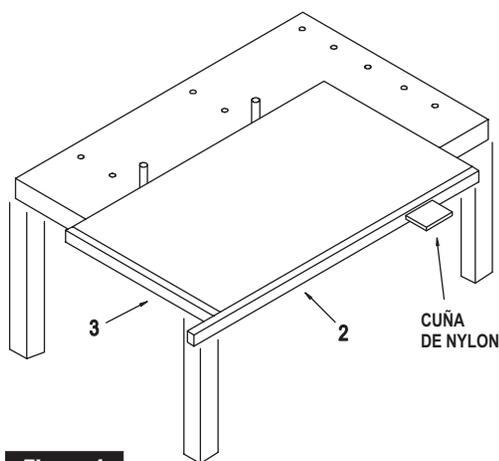

Figura 1
Nota: En la Figura 1 se muestra el ensamblaje de una puerta izquierda con bisagra. Para colocar una puerta derecha con bisagra, coloque el conjunto de rieles inferiores en el extremo opuesto.
1. Coloque el vidrio en la mesa de ensamblaje, en posición horizontal, con el lado liso hacia arriba (Figura 1) y el vidrio de apoyo en el lado más lejano, como se muestra en la figura, para poder colocar el riel con bisagra. Coloque el canal para el vidrio del riel con bisagra (1) en el borde del vidrio más cercano a usted. Comience con el vinilo a 5/8" hacia arriba desde la parte inferior del vidrio y corte al ras en la parte superior del vidrio.